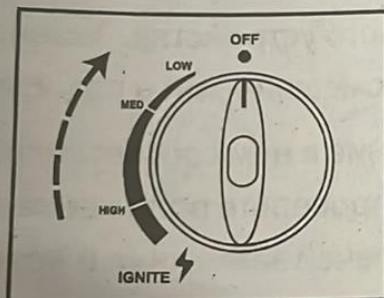
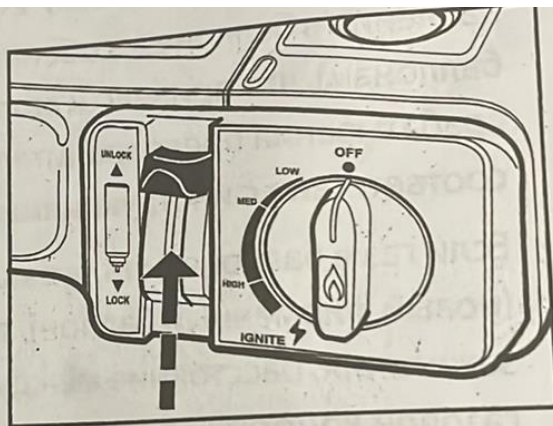

Fig 9
Fig 10
4. Wyłącz płomień i wyjmij butlę z gazem. Przesuń przetącznik w pozycję „WYŁ.” (patrz rys. 9). Podnieś dźwignię blokującą butlę gazową do pozycji ODBLOKOWANEJ, aby odłączyć butlę od regulatora (patrz rys. 10). Otwórz pokrywę komory butli z gazem i Wyjmij butlę gazową z piekarnika. Ryc. 9 WYSOKI MED ZAPALAĆ NISKI WYŁĄCZONY Rys. 10 ZAPALAĆ WYŁĄCZONY NISKI Uwaga! Gdy nie używasz kuchenki, wyłącz płomień, przesuwając dźwignię sterowania spalaniem do pozycji WYŁĄCZONY, a dźwignię blokującą gaz do pozycji ODBLOKOWANY i odłącz butlę od regulatora. balon Po użyciu wyjmij cylinder z grilla.